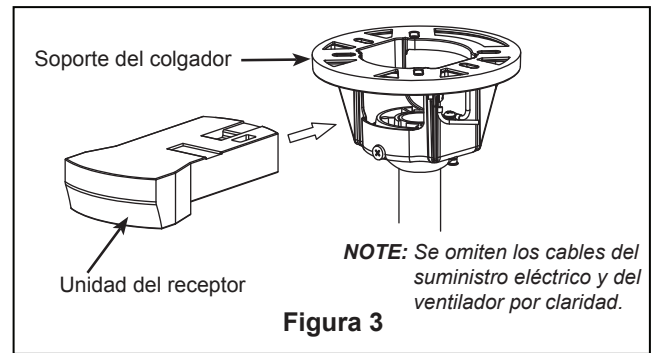

Figura 3
2. Deslice el receptor en el soporte del colgador se muestra en la Figura 3.